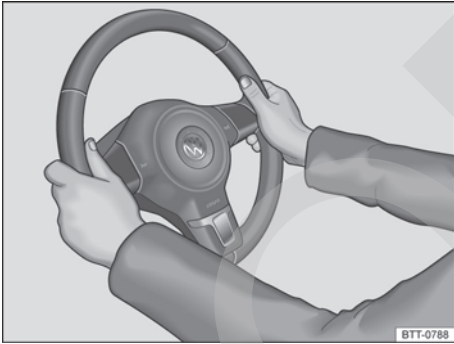

Fig. 66 En el volante: posición equivalente a las 9 y las 3 horas.
- Ajuste el volante de forma que pueda sujetarlo con las dos manos por los lados, por su parte exterior, en la posición equivalente a las 9 y las 3 horas con los brazos ligeramente flexionados → fig. 66.
- Con el fin de reducir el peligro de sufrir lesiones en caso de que se dispare el airbag frontal del conductor, durante la conducción sujete siempre el volante por los lados, por su parte exterior, con las manos en la posición equivalente a las 9 y las 3 horas → fig. 66.